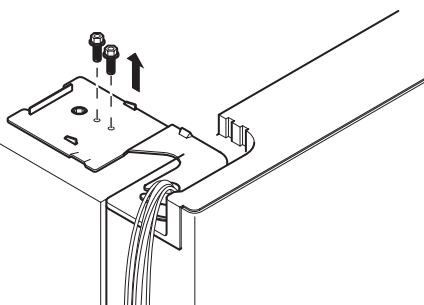

Rys. 4-5
1. Odkręcić śrubę osłony zawiasu i zdjąć osłonę (Rys. 4-5). Odłączyć wszystkie przewody za wyjątkiem przewodu uziemniającego.